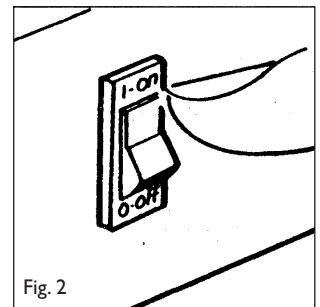

Fig. 2
- Drej ventilatorens afbryder til stilling I (Fig.2) og forvis Dem om, at ventilatoren roterer.